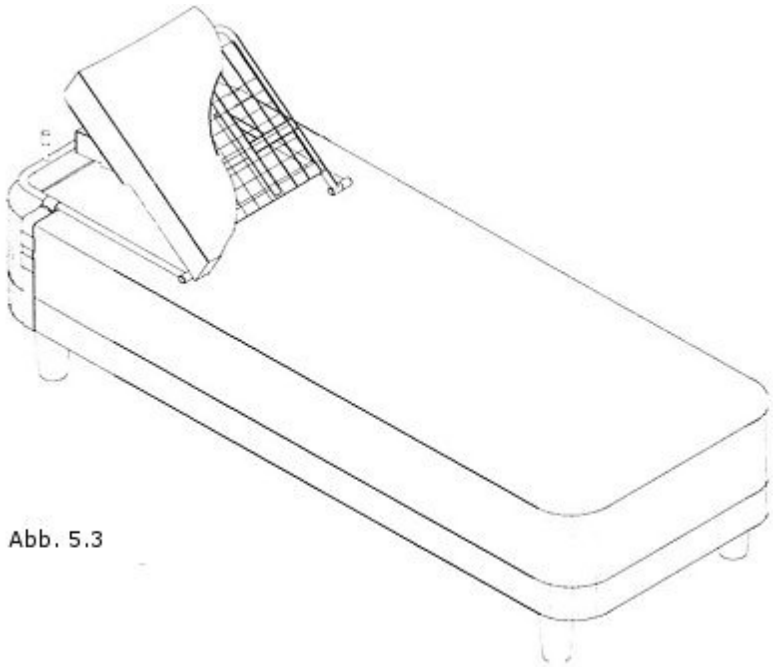

Abb. 5.3
3. Schieben Sie den Riemen so weit wie möglich am Rahmen nach hinten und führen Sie ihn danach quer unter dem Bett durch. Befestigen Sie nun das Ende des Riemens an der Schnalle auf der anderen Seite (siehe Abb. 5.3).